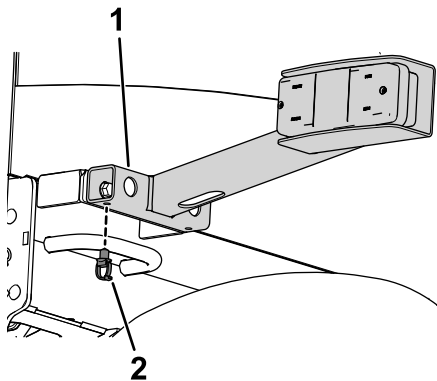

Figura 18
- Introduzca un clip con brida en el taladro trasero de la luz trasera derecha (Figura 18).